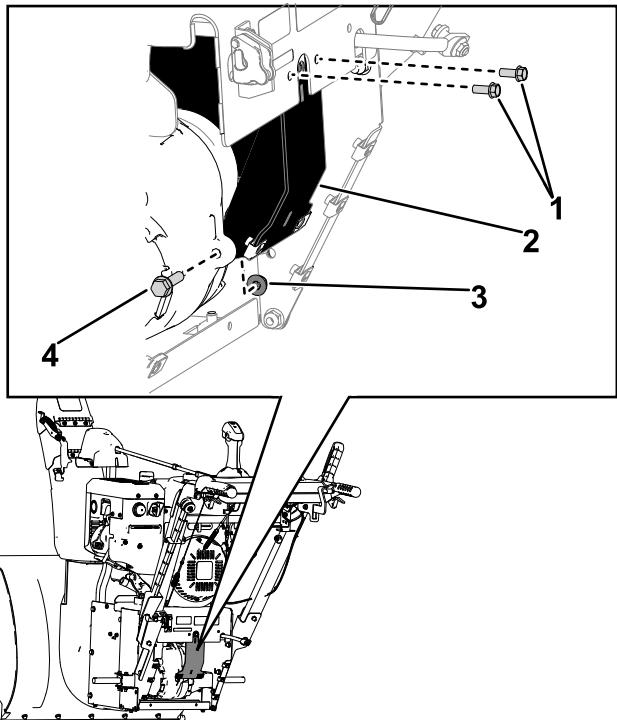

Figure 16
- B. Fixez le bas du support sur la transmission hydrostatique à l'aide du boulon (5/16" x 1 $\frac{1}{4}$ ") et du contre-écrou (5/16") que vous avez conservés (Figure 16).
3. Installez les 2 vis ($\frac{1}{4}$ " x $\frac{5}{8}$ ") qui fixent le support de la transmission hydrostatique à la plaque supérieure (Figure 16).